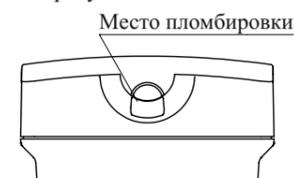

Рисунок 4
6.12 Конструкция ИПР предусматривает возможность его пломбирования (рисунок 4) любым пластичным, легко разрушаемым материалом.